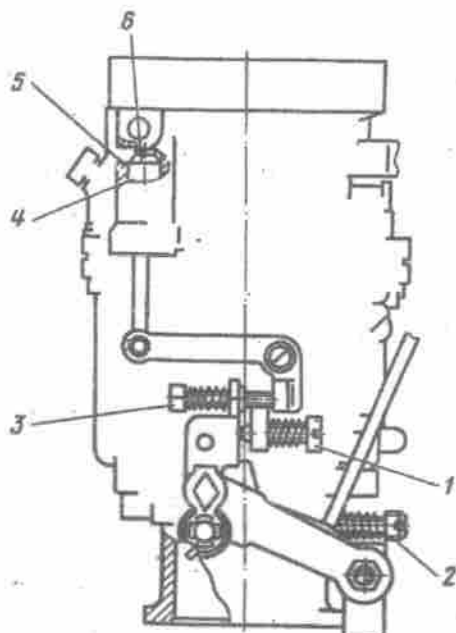

Bild 37. Einstellschrauben des Vergasers:
1. Vorläufig mit Hilfe der Leerlaufbegrenzungsschraube 1 (Bild 37) die Leerlaufdrehzahl der Kurbelwelle auf 550...600 U/min einstellen.